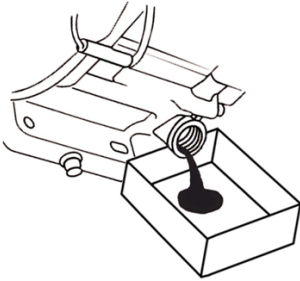

Рис. 19 Замена моторного масла
(1) Техническое обслуживание должно осуществляться более часто, при работе в пыльных условиях.
(2) Данный вид работ необходимо выполнять в авторизованном сервисном центре.
6. С помощником наклоните мотокультиватор в сторону маслозаливной горловины двигателя и слейте отработанное масло через маслозаливную горловину в подготовленную для этого емкость (Рис. 19).